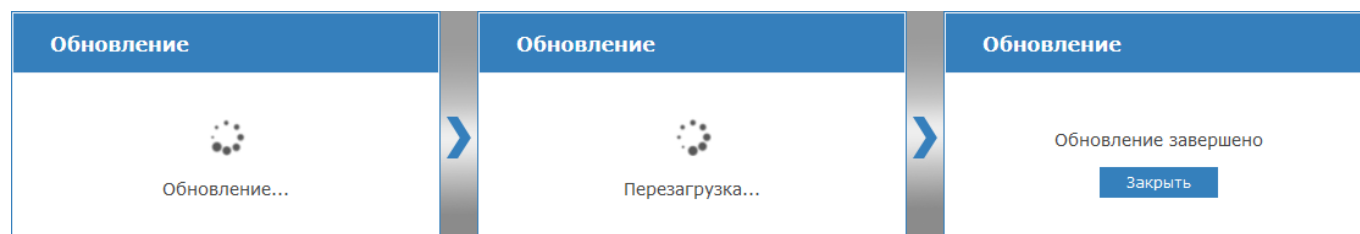

Рисунок 9.37 — Три шага обновления программных средств
3. Будет выполнена процедура обновления с последующей перезагрузкой. По завершении нажмите на кнопку **Заккрыть** (рисунок 9.37).